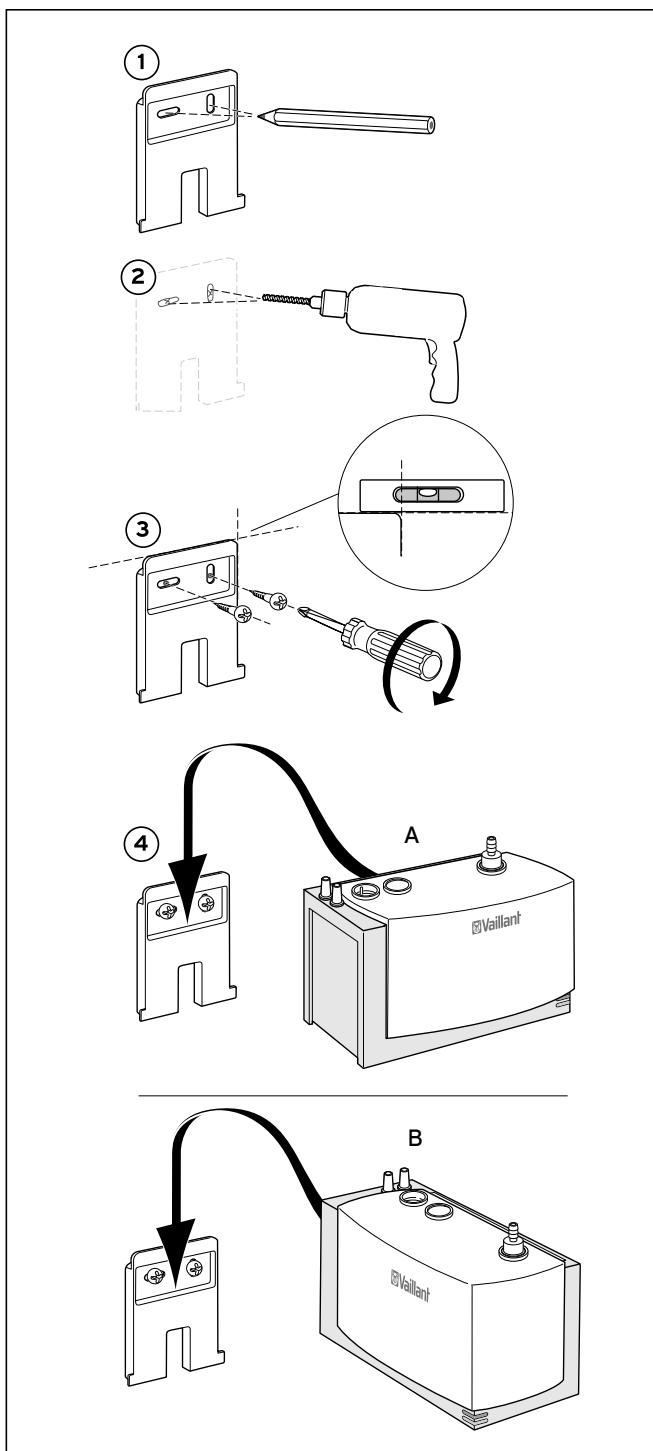

Fig. 4.2 Montaggio del supporto a muro
- Montare il supporto a parete come da fig. 4.2 nel punto previsto al di sotto dello scarico della condensa dell'apparecchio di riscaldamento.